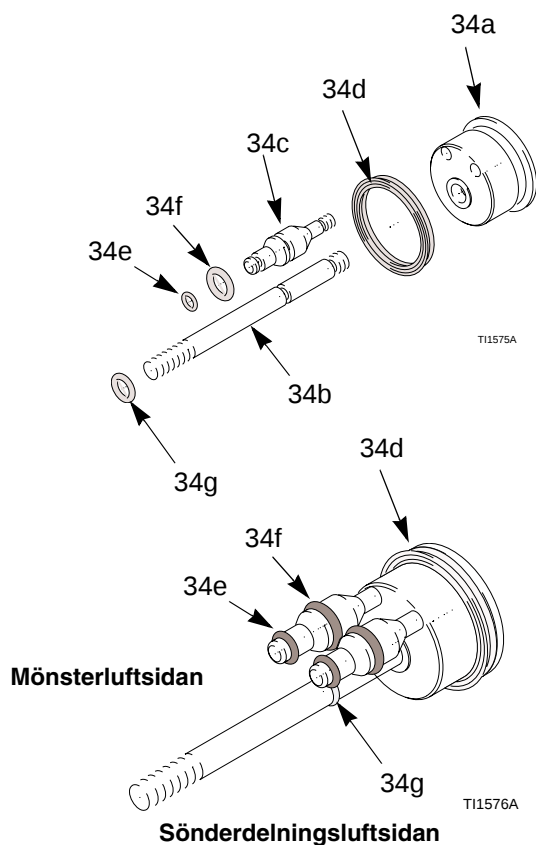

Fig. 26. Kolv-o-ringar
5. Kontrollera om o-ringarna (34e, 34f, 34g) och packboxen (34d) är skadade. Se Tabellen 5 och Fig. 26.